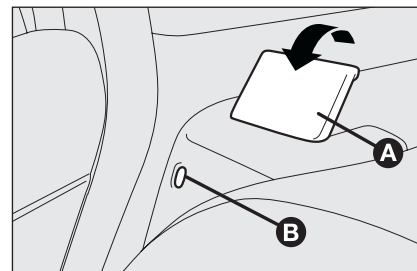

fig. 92
Soulever les dossiers en les poussant en arrière jusqu'à percevoir le dé clic de blocage des deux mécanismes d'ancrage, en vérifiant visuellement la disparition de la "bande rouge" **B-fig. 92** présente près des leviers **A**.
*S'assurer que le dossier soit correctement accroché sur les deux côtés ("bandes rouges" **B-fig. 92** non visibles) pour éviter qu'en cas de freinage brusque, le dossier ne puisse se projeter en avant et provoquer ainsi des blessures aux passagers.*